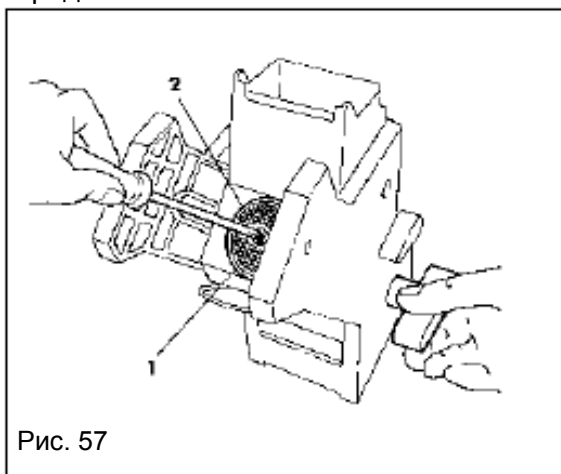

Рис. 57
- вращайте винт вручную с помощью поставляемого вместе с автоматом ключа, пока нижний фильтр не окажется заподлицо с манжетой (рис. 57).
- открутите винт (1) и замените фильтр (2) (рис. 57).